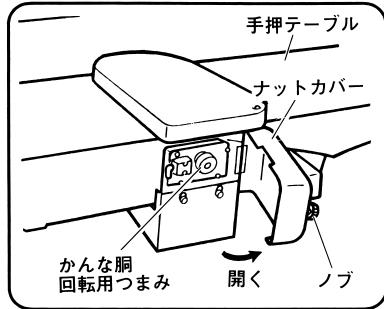

図 30
- (2) 手押部のナットカバーのノブをゆるめナットカバーを開きます。(図 30)
- (1) 手押かんな部のかんな胴回転用つまみ（図 30 参照）をまわし自動かんな部の固定板が上になる位置にします。